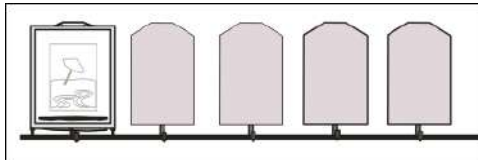

Imagen 313
**2-** Apoyar la matriz del color negro en el riel y el tope, deben estar en contacto los tres pernos (Imagen 313)